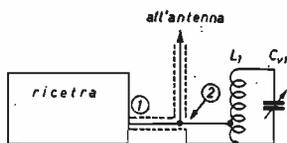

figura 2
Il giorno dopo venne in laboratorio il vero responsabile pregandomi di mettere a posto il suo baracchino perché molti teletenti della zona si lamentavano per le magnifiche barre nere che miste ai suoi discorsi toglievano molto alle scultoree gambe della Minoprio. Qui la cosa si faceva grave e bisognava porre un rimedio immediato intervenendo sulla causa effettiva di tanto sfacelo. Munito di ROSmetro misurai le onde stazionarie sulla ground-plane e mi accorsi che erano eccessive, regolai il trimmer di antenna in maniera da renderle più tollerabili ma, niente di fatto, provai ad allungare e ad accorciare il tratto di discesa del cavo coassiale fino a che trovai un punto accettabile. Dopo questo i disturbi sui televisori vicini erano diminuiti e i controlli ricevuti erano migliori di qualche punto S'. Comunque, anche se più leggeri, i disturbi TV erano ancora presenti, non mi persi d'animo e agguisi all'antenna una trappola come quella che appare in figura 2. Ora le cose andavano meglio perché la TVI si poteva osservare solo su un paio di televisori. Con la scusa di controllare i disturbi entrai in casa dei due teletenti « ORMmati » e mi accorsi che stringendo leggermente la banda passante dei televisori il disturbo cessava completamente.
Un altro sistema per eliminare TVI consiste nell'usare l'azione combinata del filtro di figura 2 con un altro filtro, e il risultato appare in figura 4, il primo serve a cortocircuitare verso massa tutte le frequenze che non appartengono alla gamma 27 (o CB se preferite), il secondo lascia passare verso l'antenna tutte le frequenze tranne quella di risonanza del circuito, pertanto il secondo circuito va tarato sulla frequenza che uscendo dall'antenna va a disturbare i televisori. Le didascalie di figura 4 vi forniranno le indicazioni necessarie per procedere alla taratura e a precisare quali svantaggi ne possono derivare se non allineati perfettamente. Sulla TVI ci sarebbe molto da dire, ma l'esiguo spazio di tre pagine non mi consente di allungare il discorso, sarò comunque grato a tutti coloro i quali vorranno gentilmente comunicarmi i risultati ottenuti con questi o con altri filtri di provata efficacia nell'interesse di tutti i CBers, quindi il tema non viene chiuso ma semplicemente rimandato a nuovi sviluppi se ce ne saranno.
- L1 vedi figura 2
- C1 vedi figura 2
Per la taratura di C1 vedi figura 2.